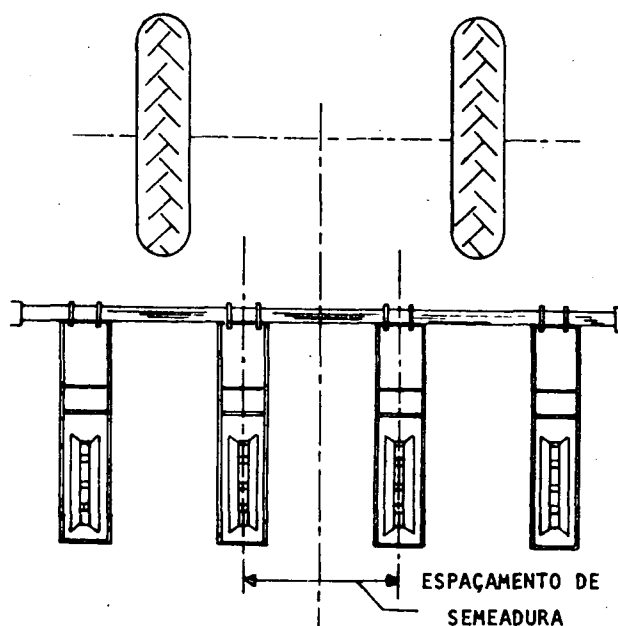

Fig. 2
- d Separe os carrinhos do centro, de modo que fiquem equidistantes do ponto médio da barra, deixando entre elas o espaçamento de semeadura desejado (fig. 2).